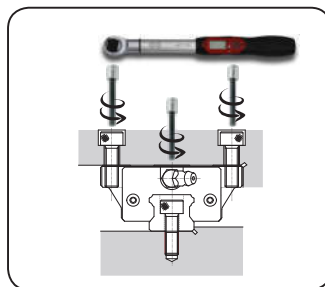

Fig. 5
- bouten aandraaien met momentsleutel volgens waarde tabel 2, fig. 5